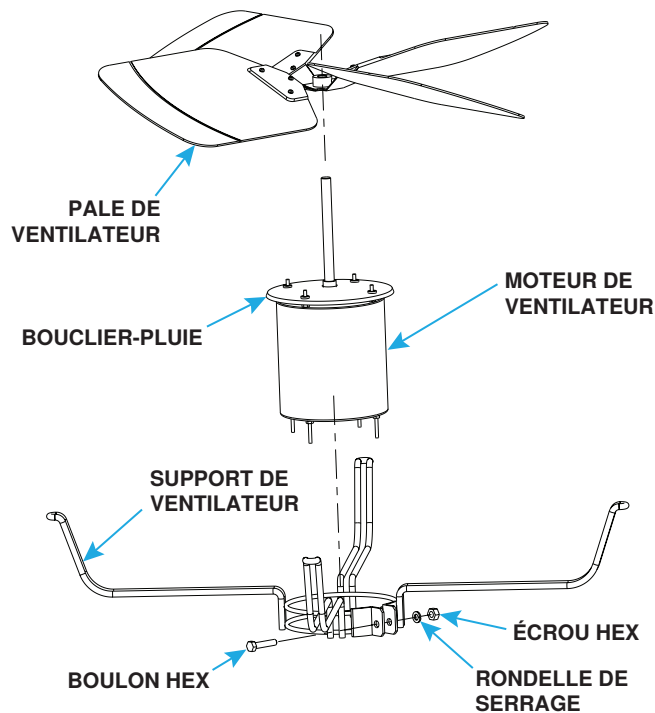

Figure 14. Ensemble ventilateur de condenseur
4. Retirez le moteur de ventilateur existant (voir Figure 14) :
6. Installez le condensateur (2) sur le moteur de ventilateur de remplacement (1).
7. Installer le moteur de ventilateur de remplacement (voir **Figure 14**) :
- a. Installez le moteur de ventilateur de remplacement (1) sur le support du ventilateur et fixez-le à l'aide d'un boulon hexagonal, d'une rondelle frein et d'un écrou hexagonal.